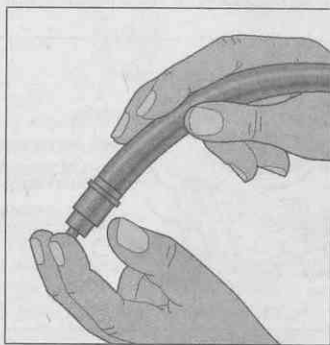

Рис. 13.8. Один из способов проверки клапана ПВК
- ✓ **Способ 2.** Выньте клапан ПВК из крышки газораспределительного механизма, не снимая шланг, и прислоните палец к отверстию клапана (рис. 13.8). Если он работает исправно, вы должны почувствовать сильное разрежение.